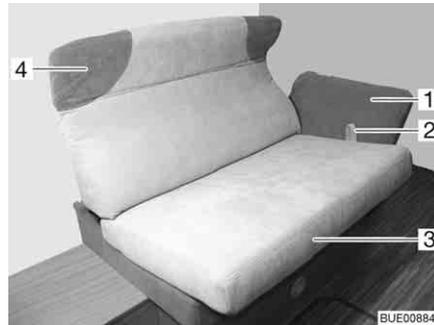

Bild 81 Verstellung der Längssitzbank
- Die Schlaufe (Bild 81,2) nach oben ziehen und die Sitzfläche (Bild 81,3) auf den Schienen bis zum Anschlag vorsichtig zur Mitte ziehen.
- Das Nackenpolster (Bild 81,4) mit beiden Händen fassen und vorsichtig bis zur gewünschten Position nach oben oder unten schwenken.
- Die Armlehne (Bild 81,1) mit beiden Händen fassen und vorsichtig bis zur gewünschten Position nach unten oder oben schwenken.